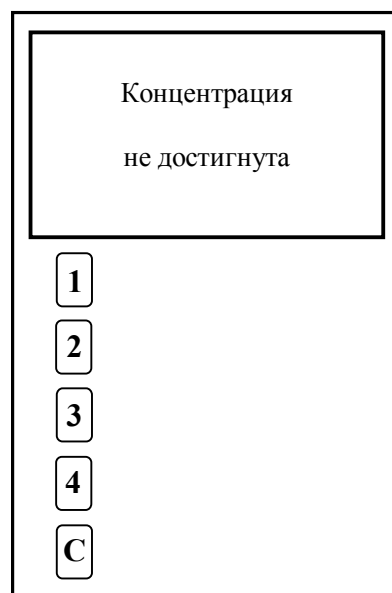

Рисунок 9
13.6 На 10 и 55 секундах тестирования, а так же по достижению установленной концентрации углекислого газа программа подает кратковременный звуковой сигнал, сигнализирующий о необходимости регистрации пиковой систолической скорости кровотока в средней мозговой артерии методом транскраниальной доплерографии. Если по достижению 180 секунды тестирования концентрация углекислого газа в выдыхаемом воздухе не достигнет заданной, программа подает звуковой сигнал с отображением на дисплее надписи «Концентрация не достигнута» (Рис.9)